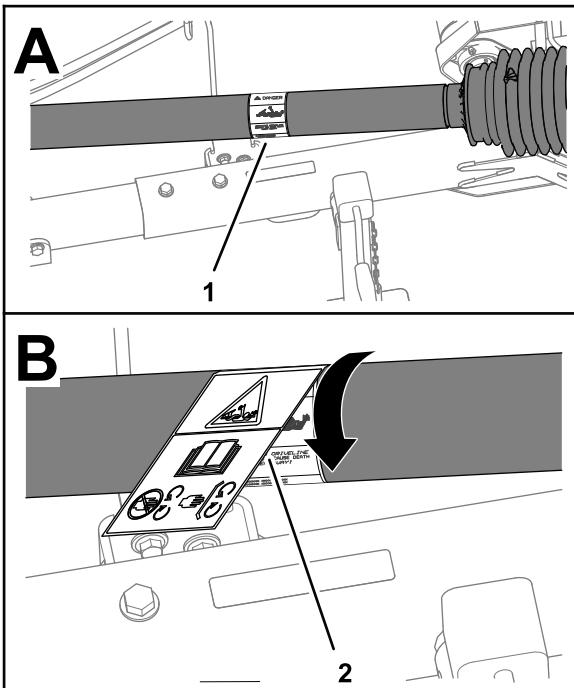

Рисунок 3
- Поверните кожух вала, чтобы получить доступ к имеющейся наклейке с предупреждением об опасности затягивания (Рисунок 3).
- Установите наклейку с предупреждением об опасности затягивания (стандарт СЕ) поверх существующей наклейки, предупреждающей об опасности затягивания (Рисунок 3).